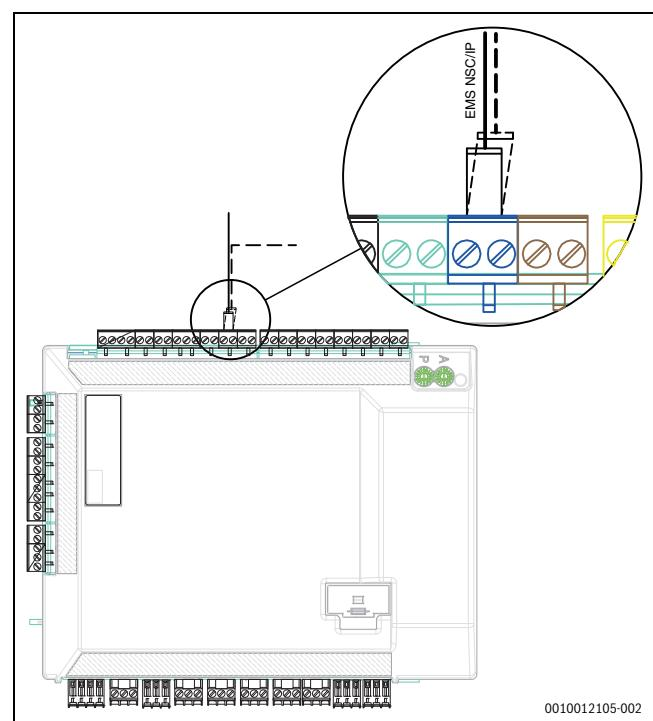

Fig. 35 Collegamento EMS-BUS sul modulo di installazione
- Se è già collegato un componente al morsetto di collegamento EMS, eseguire il collegamento secondo la fig. 35 parallelamente allo stesso morsetto di collegamento.